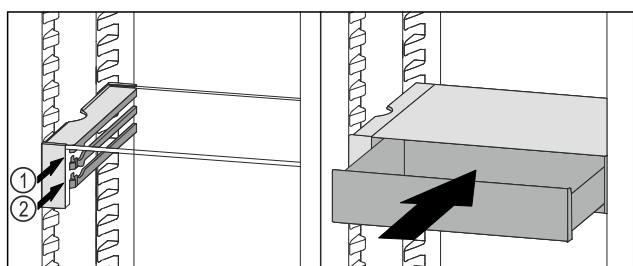

Fig. 136
- Stavite ladicu VarioSafe ukoso iza zaustavljača na željeni žlijeb Fig. 136 (1) ili Fig. 136 (2).